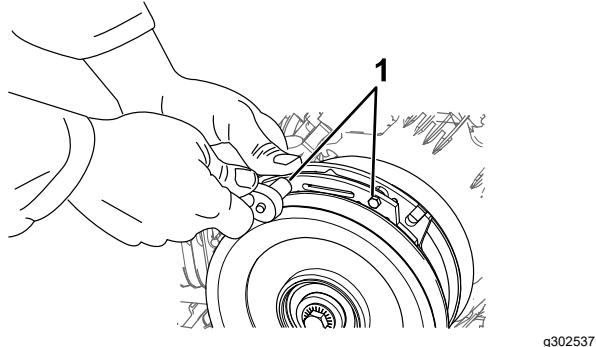

Figure 64
A. Desserrez les boulons de fixation du frein d'un demi-tour à un tour complet, comme montré à la Figure 64.